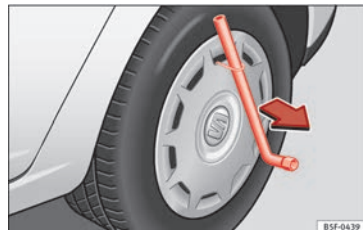

Fig. 79 Retirez l'enjoliveur intégral.
- Retirez l'enjoliveur intégral de la roue à l'aide de l'étrier métallique » fig. 79.